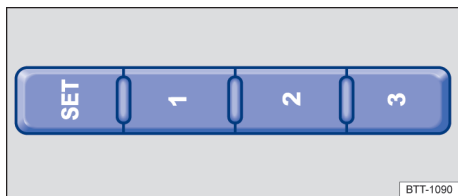

Fig. 85 Na lateral externa do banco do condutor: botões de memória.
- Pressione o botão **SET** durante mais de 1 segundo → Fig. 85.